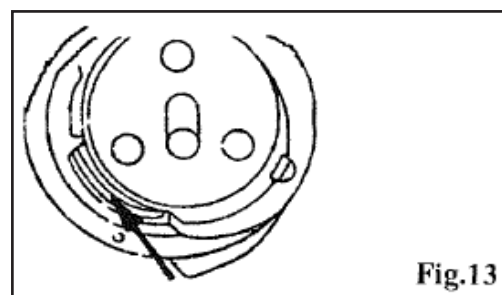

Fig. 13
e) Lubrificação da Lançadeira (Fig. 13)